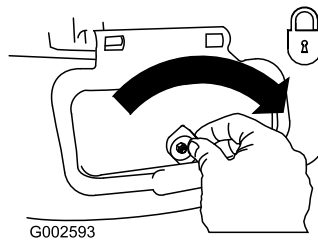

Figura 20
**Importante:** Bloquee el deflector de descarga lateral después de cerrarlo (Figura 20).